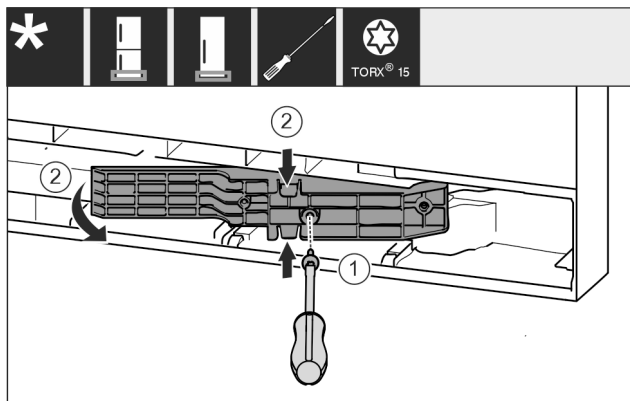

Fig. 8 *
- ▶ Λύστε τις βίδες με κατσαβίδι T15. Fig. 8 (1)*
- ▶ Τραβήξτε έξω τον αντάπτορα. Fig. 8 (2)*